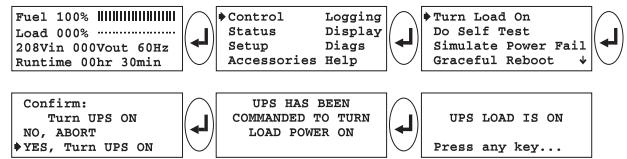

Рис. 5-22 Порядок включения нагрузки
□ 8. Выполните описанные ниже шаги для подачи выходного напряжения на подключенную нагрузку. На рис. 5-22 приведена последовательность экранов. *Примечание. При выполнении этого шага рекомендуется переключить присоединенную нагрузку в положение “off” (выкл.). После подачи напряжения переключите нагрузку в положение “on” (вкл.).*